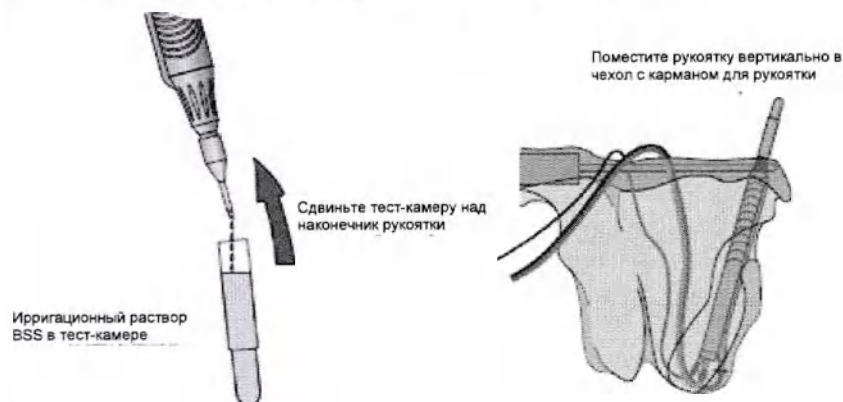

Рисунок 3-4 Подготовка тест-камеры и размещение рукоятки в кармане
13. Держите рукоятку с направленным вниз в тест-камеру наконечником (см. рисунок 3-4) и активируйте «Заполнение (Fill)» на экране установки. Наблюдайте за поступлением ирригационной жидкости из портов ирригации и аспирации, полностью заполните тест-камеру и наденьте ее на край рукоятки. Удостоверьтесь в отсутствии пузырей воздуха в тест-камере.